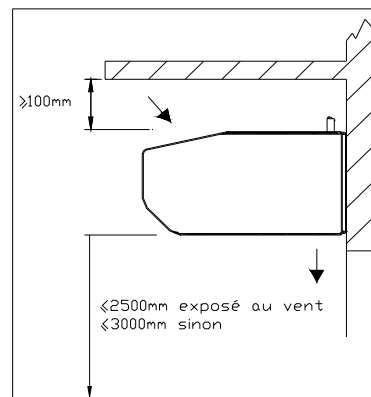

Fig 1
- au moins 100mm d'espace au dessus des rideaux d'air électriques /eau chaudes, voir Fig. 1
Étape 4 À travers les encoches du rail arrière supérieur vissez au moins un boulon de fixation M6 sur chaque insert de support mural (voir Fig 1, 2 et Fig 5).